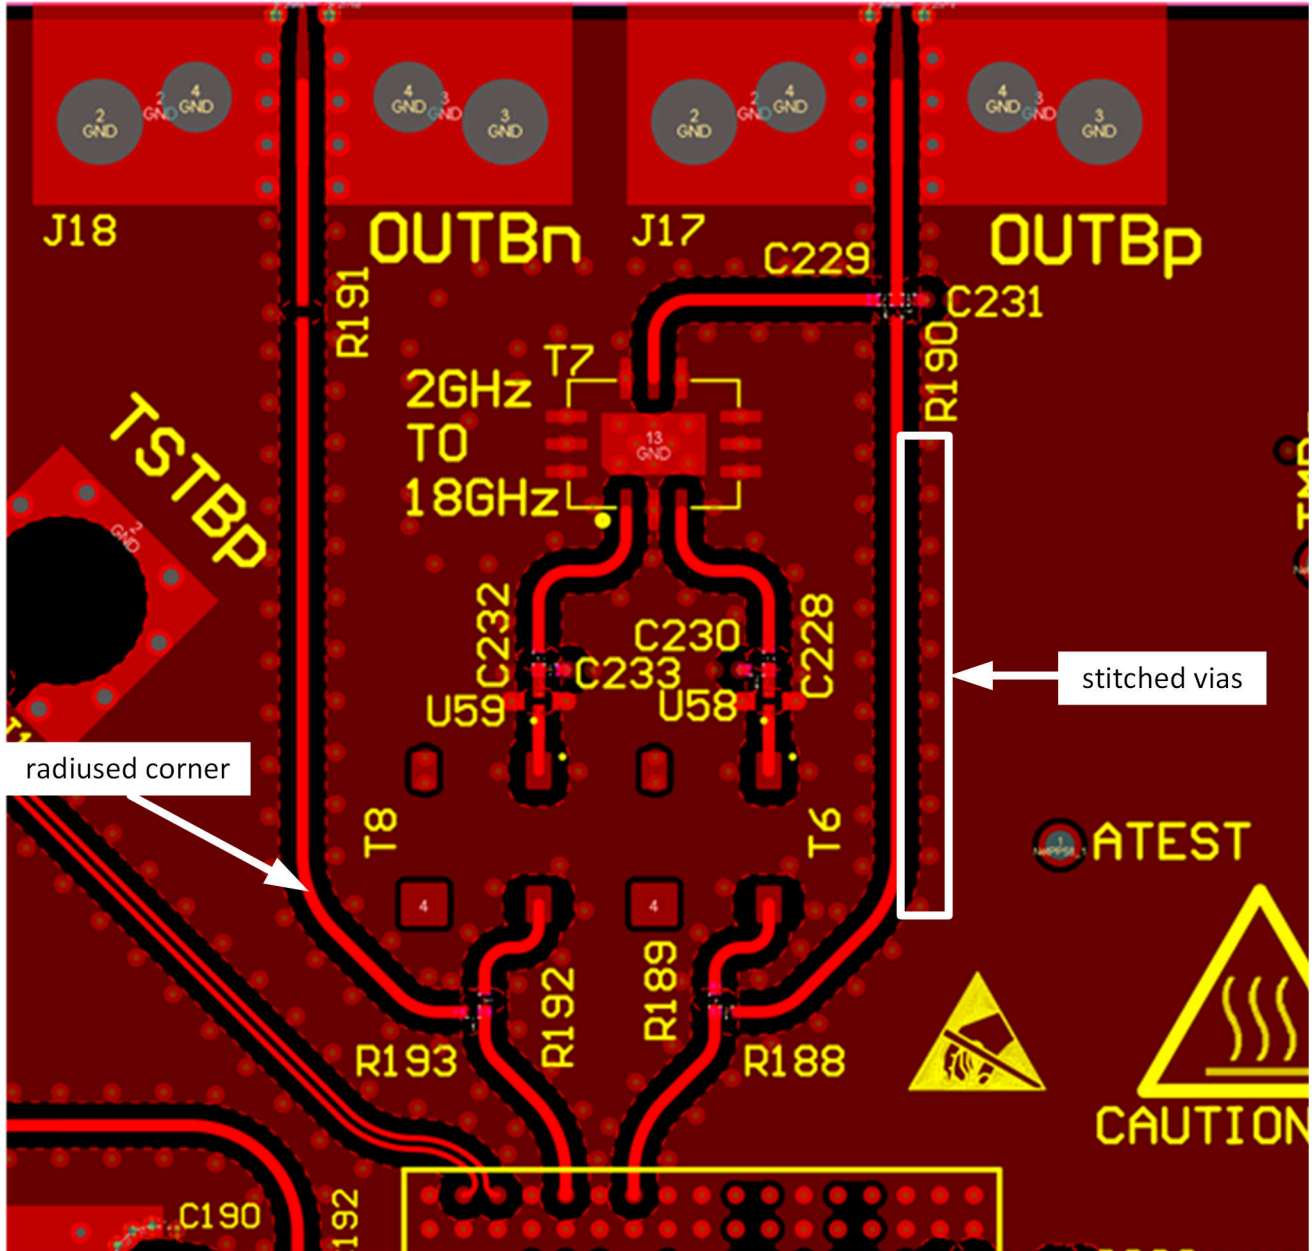

图 9-10. 高速信号布线旁边的半径角和拼接过孔
4. 使用平滑的辐射角并避免 45° 或 90° 弯曲，以减少模拟和数字信号布线的�所有高速输入/输出上的阻抗不匹配。详情请参考图 9-10。
7. 在由布线传输的最大频率 ($\lambda/4$) 决定的适当间距下, 提供与任何高速信号相邻的对称接地连接拼接过孔。详情请参考图 9-10。